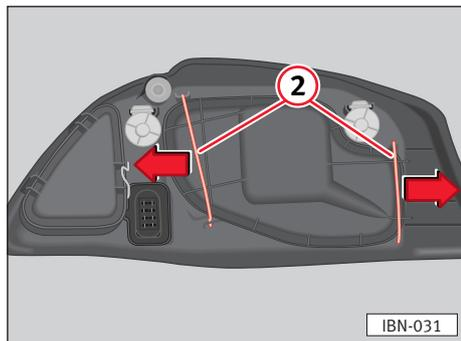

Fig. 149
- Desplazar los tirantes ⇒ fig. 149 ② hacia afuera, en el sentido de las flechas y retirar la tapa.